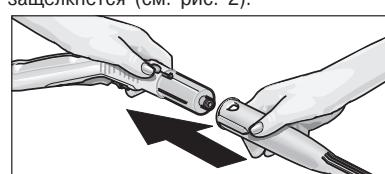

Рис. 2: Присоединение насадки к паровому пистолету-распылителю
- Соединить нужную насадку (D1,E1,F1) с паровым пистолетом-распылителем (C1). Для этого следует насадить трубчатый конец насадки на паровой пистолет-распылитель (C1). Насадку необходимо надвигать на паровой пистолет, пока кнопка разблокировки (C3), находящаяся на паровом пистолете, не защелкнется (см. рис. 2).